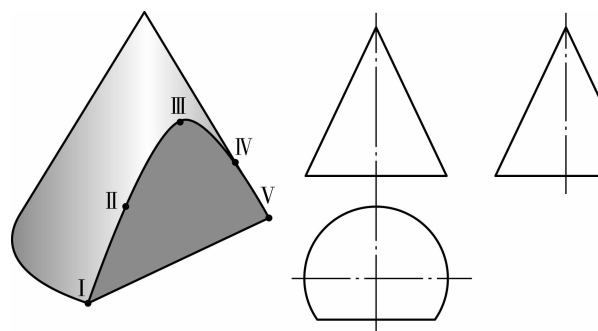

图 1-3-20
2. 如图 1-3-20 所示,求作正平面截切圆锥的截交线。